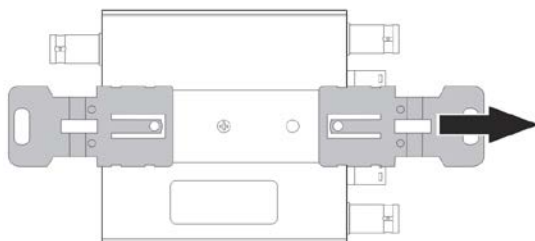

Рис.3.2 Демонтаж крепления
- Сместите крепежный элемент к краю устройства (рис.3.2);